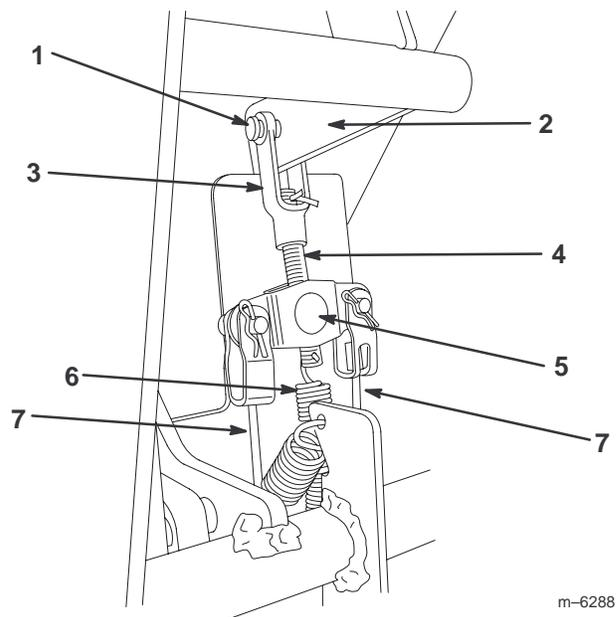

Bild 31
2. Prüfen Sie die Bremskabel am Bremsausgleich (unter dem Armaturenbrett) und ermitteln Sie, wie weit die Bremsstange am Ausgleich nach oben gleiten muss, damit die Züge kein Spiel aufweisen (Bild 31).
3. Entfernen Sie den Splint und den Lastösenbolzen von den Laufradgelenkarmen (Bild 31).
4. Nehmen Sie die Feder vom Ende der Bremsstange ab (Bild 31).
6. Drehen Sie die Bremsstange in den Bremsausgleich ein oder heraus, um das Spiel von den Bremskabeln zu entfernen (Bild 31). Ziehen Sie die Kabel nicht zu fest an.
7. Setzen Sie die Feder in das Loch an der Bremsstange ein (Bild 31).
8. Verbinden Sie den Bolzen in die Bremsstange mit dem vorher entfernten Lastösenbolzen und dem Splint an dem Bremshebel (Bild 31).